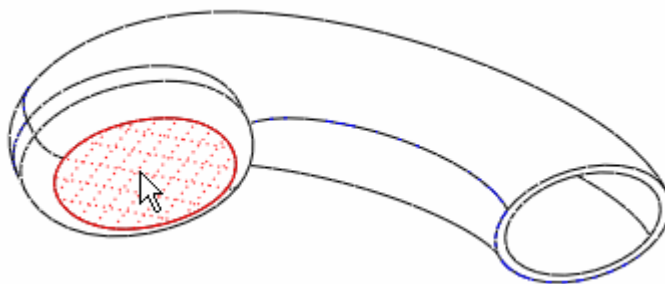

图 61-16
- (1) 在选择过滤器栏中选择“几何”, 如图 61-16 所示选中椭圆柱端面。
- (3) 单击 , 打开【剖面】对话框。选择图 61-16 中所示的椭圆柱端面为草绘平面。